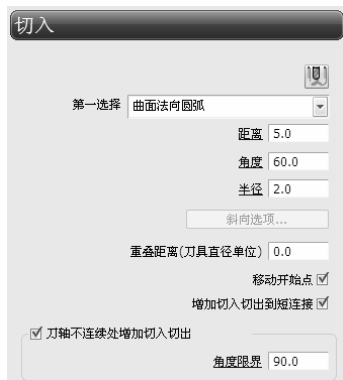

图 5-175 “切入”选项卡
1) 选择“切入”选项，选择“曲面法向圆弧”切入方式，设置“距离”为 5.0，“角度”为 60.0，“半径”为 2.0，如图 5-175 所示。